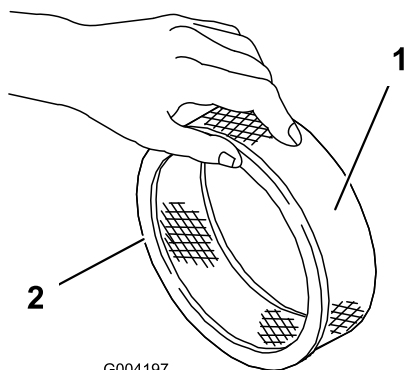

Рисунок 42
5. Осмотрите бумажный фильтр на наличие разрывов, масляной пленки или повреждений на резиновом уплотнении (Рисунок 42).
1. Осторожно наденьте фильтр предварительной очистки из вспененного материала на бумажный элемент (Рисунок 42).